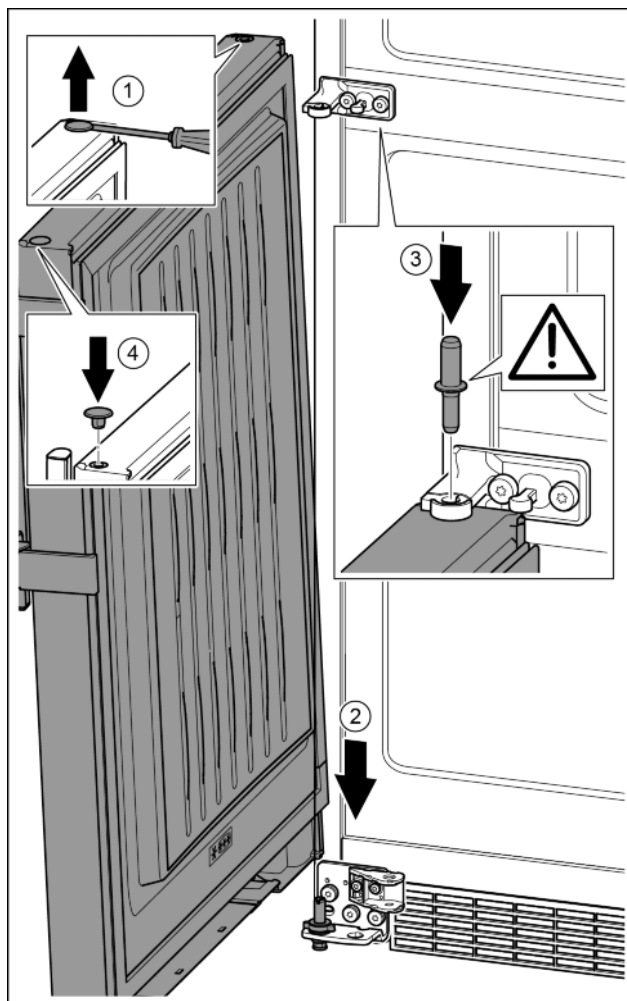

Fig. 32
- Осторожно приподнять шлицевой отверткой заглушку и вынуть ее. Fig. 32 (1)
- Установить дверь сверху на нижний опорный палец. Fig. 32 (2)
- Вставить средний опорный палец через средний опорный кронштейн в нижнюю дверь. При этом следить за тем, чтобы выступ фиксатора был направлен назад. Fig. 32 (3)
- Заглушку снова вставить с другой стороны. Fig. 32 (4)